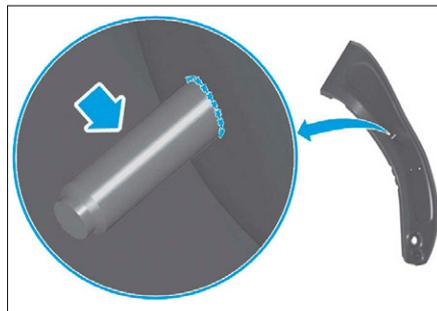

FIG. 193
- Couper le goujon (flèche) uniquement pour véhicule thermique (Fig.193).